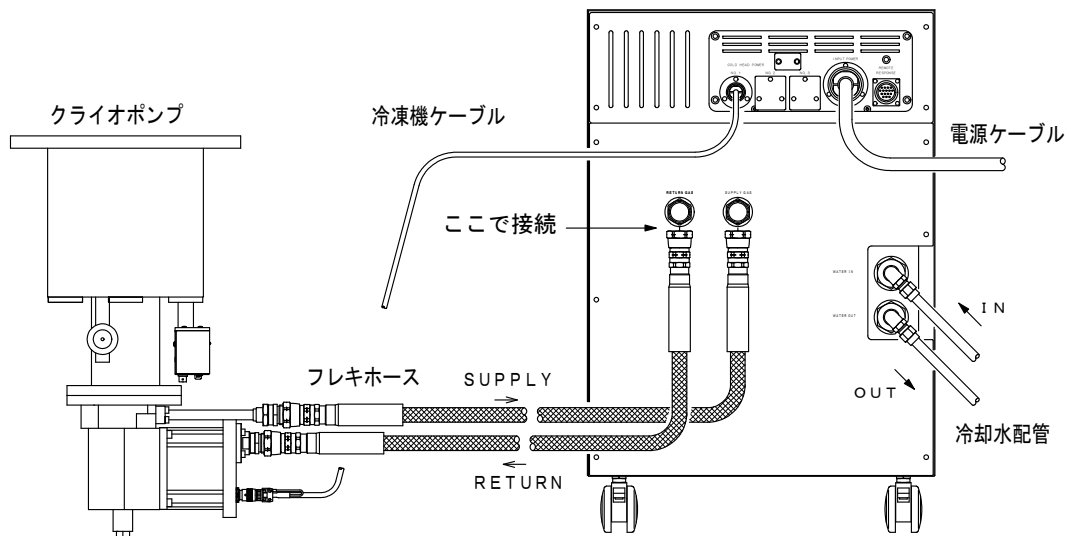

図 8-6 フレキホースの接続
11. SUPPLY、RETURNのフレキホースを再びコンプレッサユニットに接続してください（図8-6）。接続前にセルフシールカップリングの平ゴムガスケットが外れたり、ねじれたりしていないことを必ず確認してください。